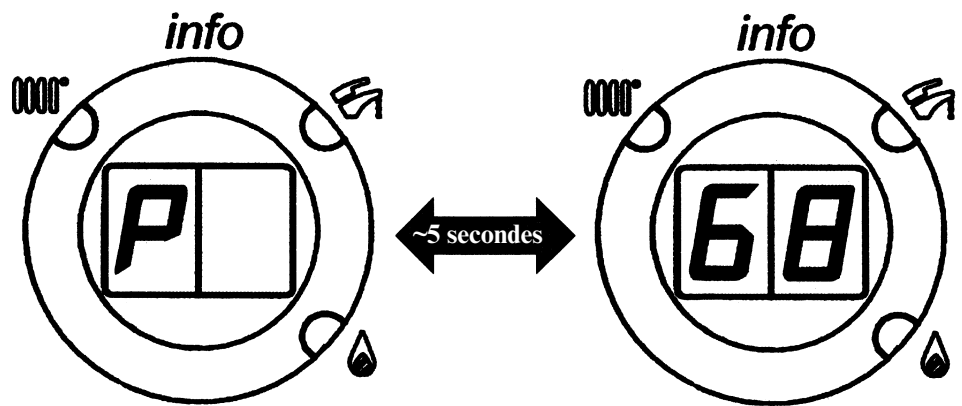

Figure 20
**Remarque :** lorsque la fonction "tarage" est lancée, l'afficheur visualise le message "P" suivi, par intervalles de 5 secondes, de la valeur de la température de départ de la chaudière (figure 20).